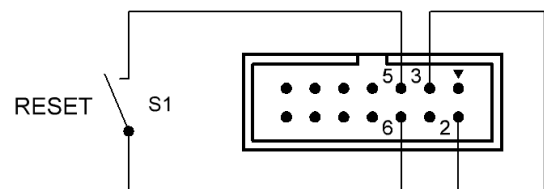

Bild 22: RESET-Schaltung
- Die in Bild 22 gezeigte RESET-Schaltung an die DATA-Steckbuchse anschließen. Die Verbindung zwischen Pin2 und Pin3 ist nötig, um die Spannungsversorgung für den Controller während des Programmiervorgangs zu aktivieren. Pin1 ist bei Flachbandkabeln farbig markiert! Die Reihenfolge im Kabel ist: 1, 2, 3, ... 13, 14.